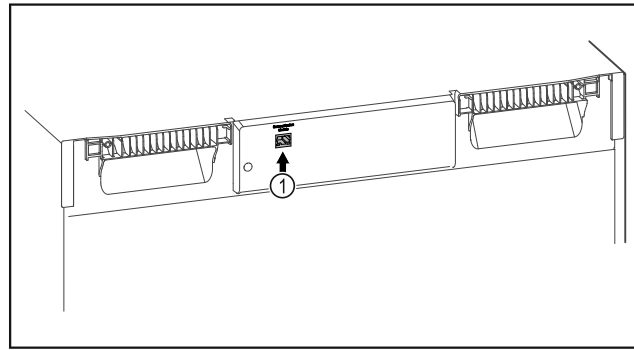

Fig. 154
- SmartModule Fig. 154 (1) er satt inn.